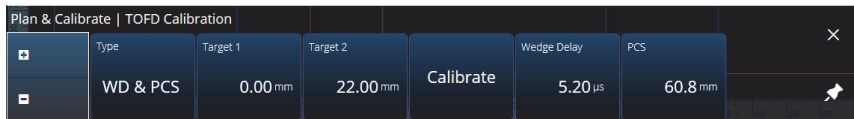

Figure 4-9 TOFD Calibration – WD & PCS
Dans l'onglet **TOFD Calibration** (Étalonnage TOFD), vous pouvez étalonner le groupe TOFD pour que les lectures du curseur soient converties en profondeur plutôt qu'en temps. Cela se fait généralement pendant l'analyse, mais peut aussi être fait avant. L'étalonnage TOFD offre un processus simplifié et s'effectue en dehors d'un assistant d'étalonnage. Pour accéder aux options **TOFD Calibration** (Étalonnage TOFD), allez à **Plan & Calibrate > TOFD Calibration** (Planifier/étalonner > Étalonnage TOFD) [Figure 4-9 à la page 203 et Tableau 81 à la page 203].
1. Choisissez le type d'étalonnage (Figure 4-9 à la page 203 et Tableau 81 à la page 203).